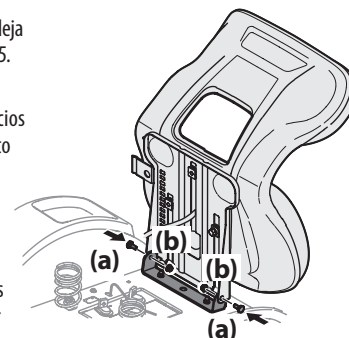

Figura 6
4. Luego, con los tornillos con reborde (a) y las tuercas de seguridad con brida (b) previamente quitados, asegure un lado del asiento y soporte del asiento. Mientras sostiene el asiento, quite el destornillador Phillips y asegure el otro lado del asiento. Tenga cuidado de no doblar o dañar el mazo de cables mientras instala el asiento. Consulte la Figura 6. Ajuste hasta 84-103 pulgadas-libras (9.5-11.6 N-m).